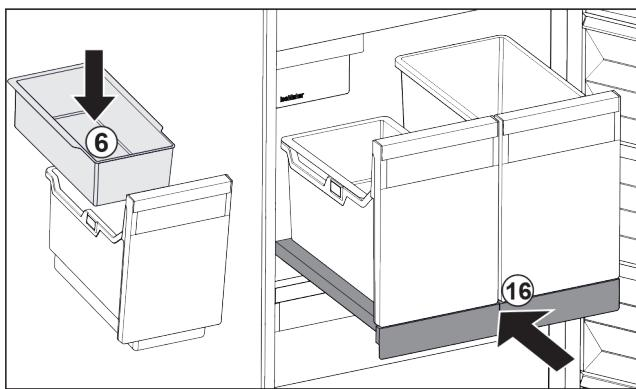

Fig. 111
- Поставете окачващата се поставка Fig. 111 (6) за ледени кубчета.
- Вкарайте изтеглящата се дъска със съдовете (IceTower). Fig. 111 (16)